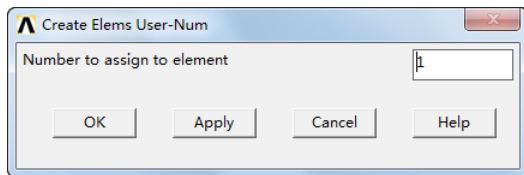
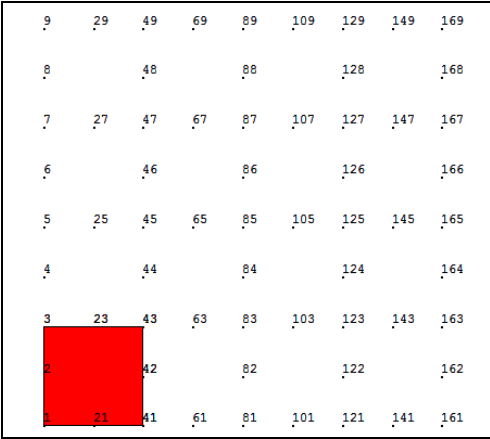

图 13-30 “Create Elems User-Num”对话框
图 13-31 创建第一个单元
④创建单元：Main Menu > Preprocessor > Modeling > Create > Elements > User Numbered > Thru Nodes，弹出“Create Elems User-Num”对话框，如图 13-30 所示，单击“OK”按钮接受默认选项。弹出“Elements from Nodes”拾取菜单，用鼠标在屏幕上依次拾取编号为“1,41,43,3,21,42,23,2”的节点，单击“OK”按钮，屏幕显示如图 13-31 所示。